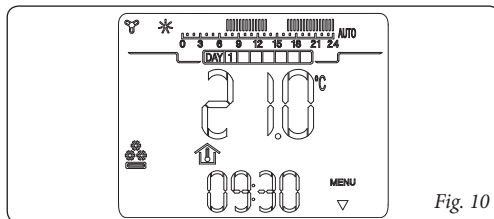

Fig. 10
- **Modalità controllo chiller (8).** E' possibile abilitare il CRONO 7 al controllo di un chiller per il raffrescamento di ambienti (per l'abilitazione di questa funzione vedere paragr. 9.3). In modalità "raffrescamento" il CRONO 7 può funzionare in modo automatico o manuale per la descrizione del funzionamento vedi capitolo 6. Sul display viene visualizzato il giorno e l'ora corrente, la temperatura ambiente e la barra oraria con la programmazione giornaliera del timer raffrescamento unitamente ai relativi simboli (fig. 10).